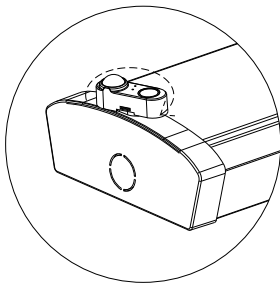

Figure 3
3. Put the luminaire aside and drill 4 mounting holes into the ceiling. Insert anchor into each hole. Screw in the screws one by one to three-quarters of the depth (Fig. 3).
5. Hang the luminaire housing onto the 4 screws. Slide the luminaire until the screw heads snap into the intended track. Then fully tighten the screws to fix the luminaire firmly (Fig. 3).
3. Mettre le luminaire de côté et percer les 4 trous de fixation. Insérer une cheville dans chaque trou. Visser les vis une par une jusqu'aux trois quarts de leur profondeur (Fig. 3).
5. Suspendre le corps du luminaire aux 4 vis. Faire glisser le luminaire jusqu'à ce que les têtes de vis s'enclenchent dans la rainure prévue. Serrer ensuite complètement les vis afin de fixer solidement le luminaire (Fig. 3).
- 3. Secure the sensor by rotating it clockwise until it is locked (Fig. 3 & Fig. 4).
- 3. Fixer le détecteur en le tournant dans le sens des aiguilles d'une montre jusqu'à ce qu'il s'enclenche (Fig. 3 & Fig. 4).